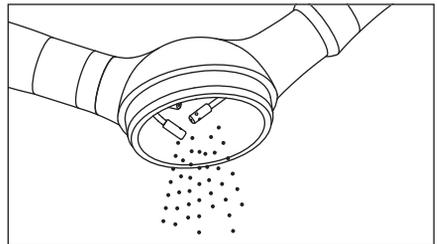

Abb. 11
- 1) Öffnen Sie die Pulverfachkappe und entfernen Sie das verbliebene Reinigungspulver. (Abb. 11)